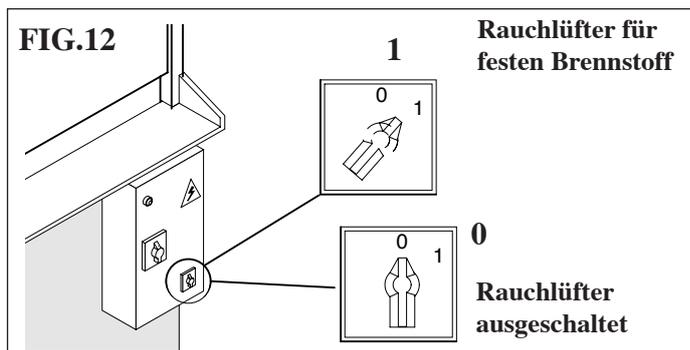

FIG.12
- Mittels des Hauptschalters den Essenzug in Betrieb setzen (Stell.1 von Abb.12).